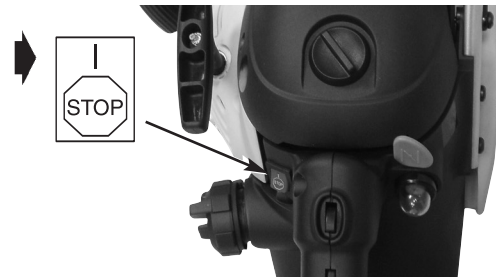

Fig. 4
4. Appuyez sur le commutateur rouge STOP pour le mettre en position marche « I » (Fig. 4).